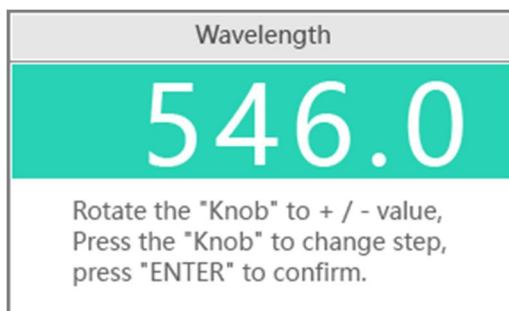

図 6-2 測定波長の設定
1. ジョグダイヤルを押すと、測定波長の設定に切り替わります(図 6-2)。ジョグダイヤルを回して測定に用いる波長に合わせ、<ENTER>キーを押して確定します。波長を合わせる際にジョグダイヤルを押すと、設定ステップを変えることができます。押すごとに、可変スピードを 20.0nm ステップか 0.5nm ステップに選択することができます。